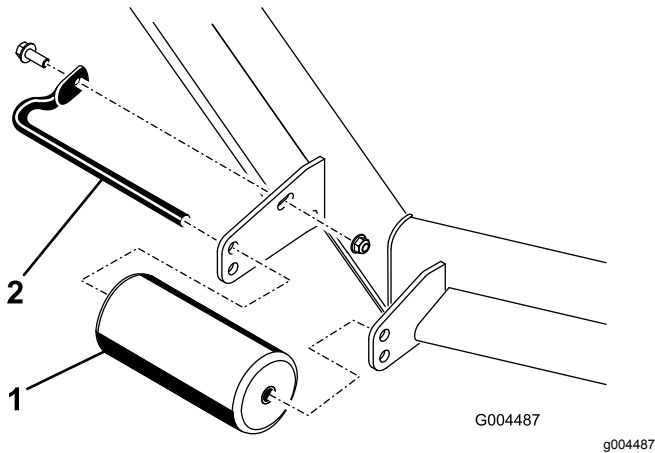

図 13
1. ローラのシャフトをデッキのブラケットに固定しているネジとボルトを取り外す 図 13。